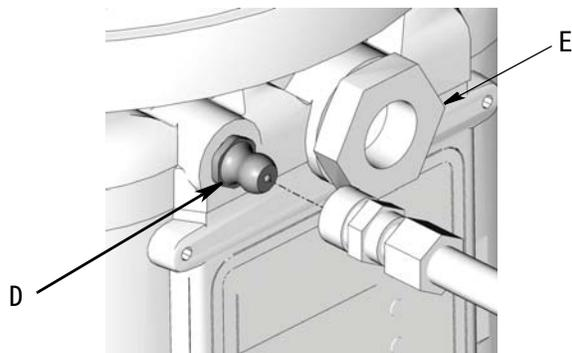

図 22
1. ホースを入口取り付け金具 (D) に接続します (図 22)。